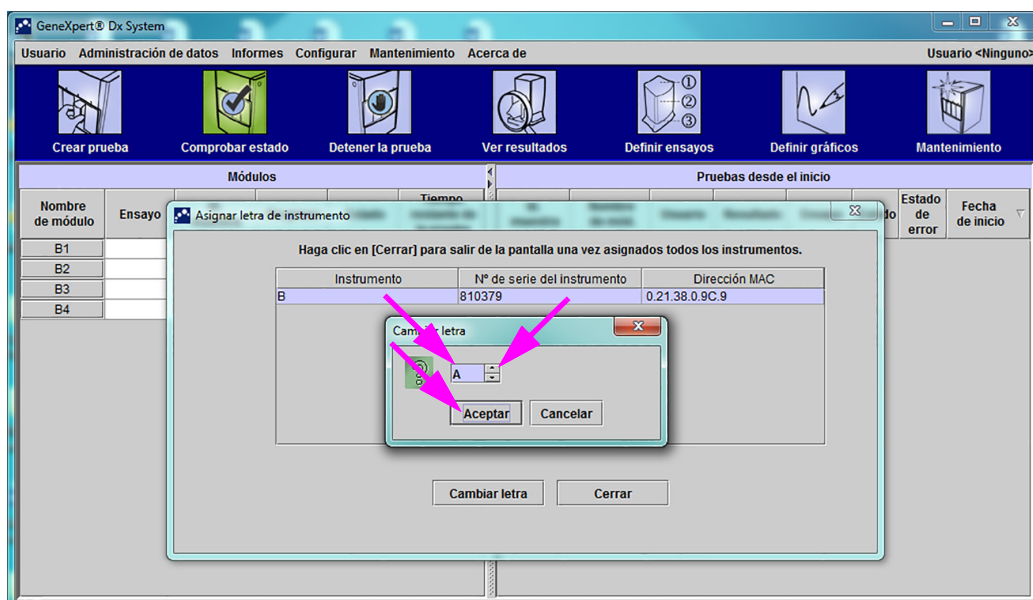

Figura 2-58. Ventana GeneXpert Dx System con el cuadro de diálogo superpuesto Cambiar letra
Aparece el cuadro de diálogo Cambiar letra, tal como se ilustra en la figura 2-58. Seleccione la letra que se asignará al módulo o módulos con las teclas de flecha arriba y abajo del cuadro de diálogo Cambiar letra.
6. Después de cambiar la letra de asignación, haga clic en **Aceptar**. Consulte la figura 2-58.